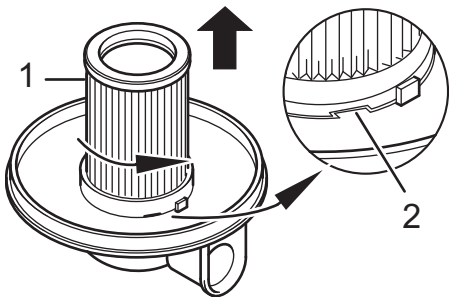

Abb. 22
5. Drehen Sie den Lamellen-Zentralfilter (Abb. 22/1) nach links, um ihn zu entriegeln. Er lässt sich jetzt entnehmen.
7. Setzen Sie den Lamellen-Zentralfilter wieder ein. Stecken Sie ihn dabei so in die Aufnahme am Deckel des Staubbehälters ein, dass die 3 Aussparungen im Filter in die 3 Nasen des Deckels eingreifen (Abb. 22/2). Drehen Sie den Lamellen-Zentralfilter dann nach rechts bis zum Anschlag.